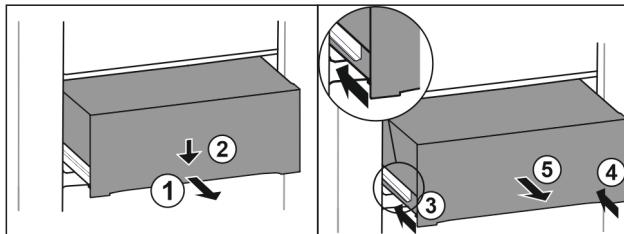

Fig. 104
- Extrageti pe jumătate sertarul. Fig. 104 (1)
- Apăsați în jos sertarul pe partea frontală. Fig. 104 (2)
- Inserați șina stângă aproximativ 2 cm. Fig. 104 (3)
- Inserați șina dreaptă aproximativ 2 cm. Fig. 104 (4)
- Extrageti sertarul spre înainte. Fig. 104 (5)